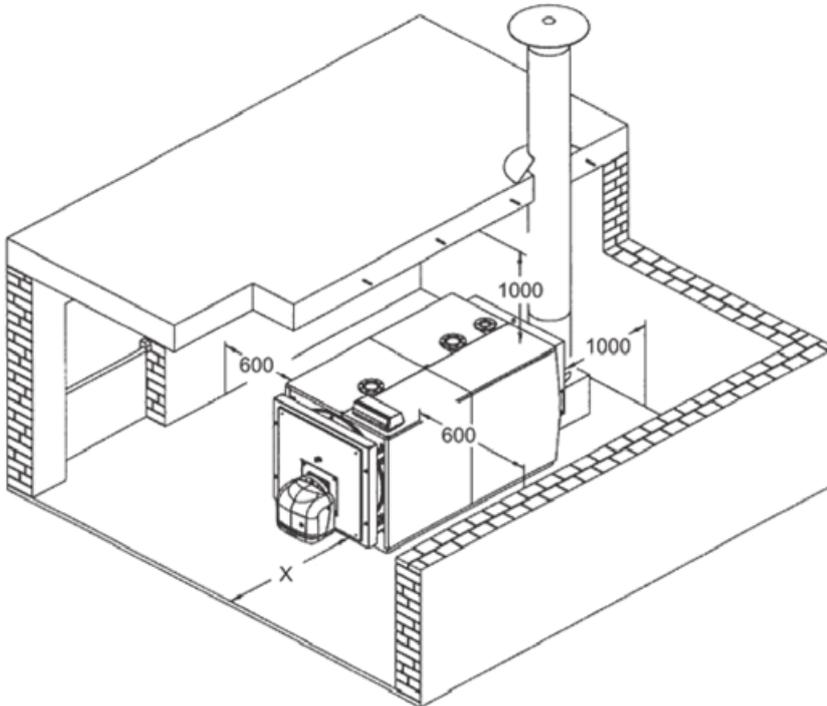

рис. 7
5.3 Помещение котельной (рис. 7)